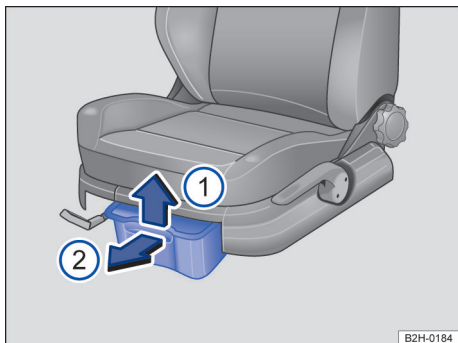

Fig. 120 Porta-objetos sob os bancos dianteiros: porta-objetos com gaveta.
- Erguer a gaveta → Fig. 120  e levantar para frente .